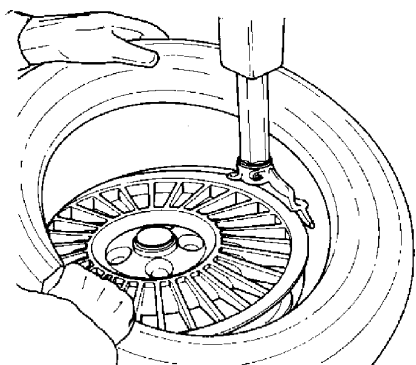

Fig. 4.2-3
B. Bloquer la jante sur l'autocentreur et la tourner pour avoir la vanne sur 2h. Mettre le pneu sur la jante. Approcher le bras déporté et mettre l'outil en position de travail. Engager le talon inférieur AU-DESSUS de l'ailette de montage et EN-DESSOUS de la languette de l'outil (Fig. 4.2-3). Faire tourner l'autocentreur dans le sens des aiguilles d'une montre (pressé le pédale a la droite) et pousser le talon dans le creux en position opposée à l'outil (Fig.4.2-3).